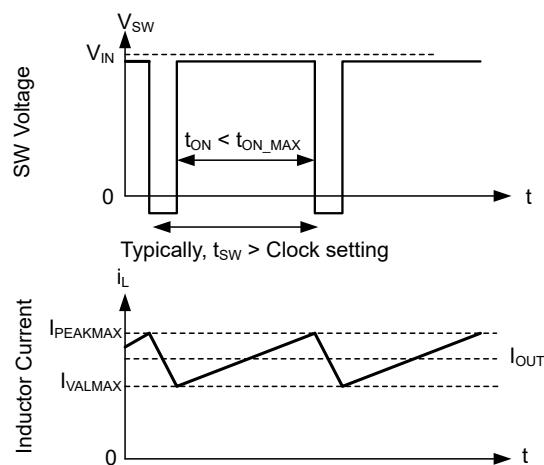

图 7-13. 电流限值波形
当低侧 (LS) 开关接通时，也会检测和监控流经该开关的电流。与高侧器件一样，低侧器件具有由内部误差放大器环路命令的关断功能。对于低侧器件，即使振荡器正常启动一个新的开关周期，也会在电流超过此值时阻止关断。与高侧器件一样，关断电流的高低也受到限制。该限值在图 7-13 中称为低侧电流限值 I_{VALMAX} 。如果超出低侧电流限值，低侧 MOSFET 将保持导通状态，高侧开关不会导通。一旦低侧电流降至此限值以下，低侧开关就会关断，并且只要自高侧器件上次导通后至少经过一个时钟周期，高侧开关就会再次导通。